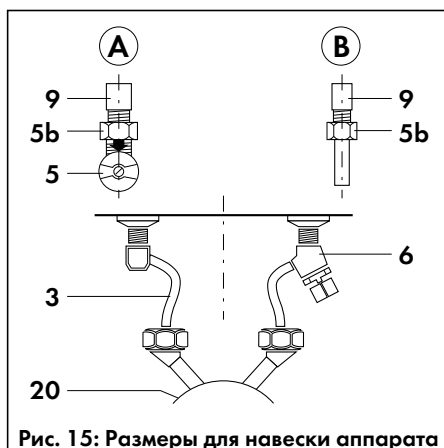
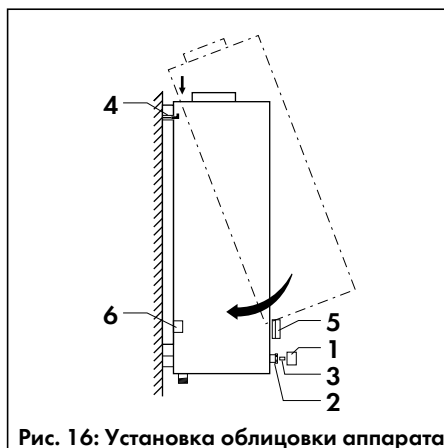

Рис. 15: Размеры для навески аппарата
Рис. 16: Установка облицовки аппарата
- Установив прокладки, навинтите накидные гайки предварительно смонтированных подсоединений водопровода холодной и горячей воды (6) и (3) на соответствующие штуцеры водяного блока аппарата (20), как показано на рис. 15, и затяните резьбовые соединения.
- Если предусмотрена установка арматуры непосредственного разбора № 9011, подсоедините её к водяному блоку аппарата (20), вывинтив предварительно резьбовые заглушки для слива.
- Если не предусмотрен удалённый водоразбор от аппарата, заглушите штуцер для подключения водопровода горячей воды в водяном блоке аппарата (20).
- Наденьте облицовку на держатели (4), как показано на рис. 16, и установите её в нижние направляющие (6).
- Накрутите по часовой стрелке крепёжную гайку (2) на корпус шпинделя (3) и затяните её.
- Оденьте ручки поворотного переключателя (5) и регулятора температуры (1).